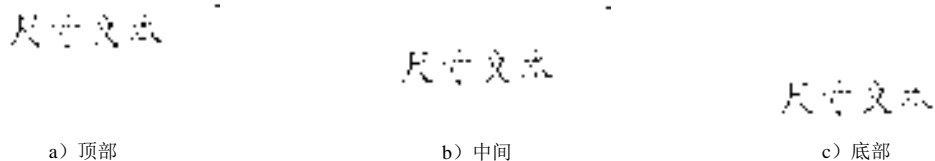

图 9.2.5 竖直对齐方式
- ☑ **竖直**：调节注解文本垂直方向的对齐方式，分为顶部、中间和底部三种方式。设置竖直对齐方式的效果如图 9.2.5 所示。